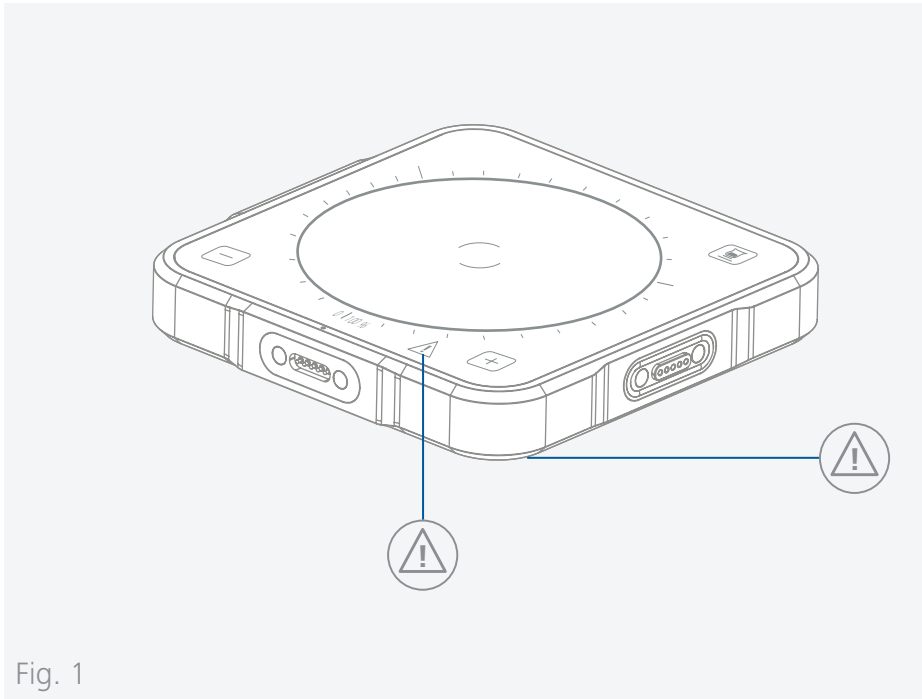

Fig. 1
- > Preste atención a los puntos identificados en la **Fig. 1**.